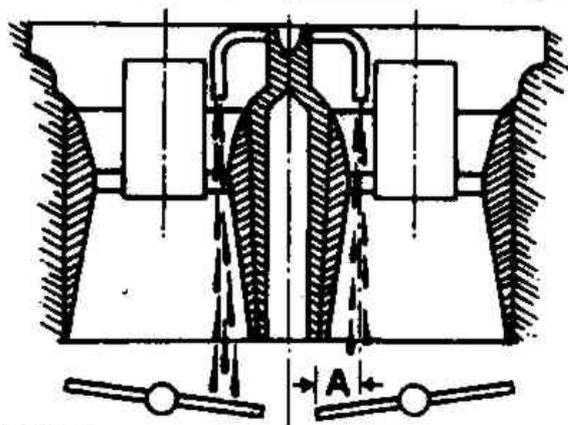

Рис.3.90. Проверка направления струи из ускорительного насоса (Разд.34)
16. Чтобы проверить направление струи из ускорительного насоса, частично наполните поплавковую камеру бензином. Подкачайте ускорительный насос и проверьте направление течения топлива к дроссельным заслонкам (см.Рис.3.90). Отрегулируйте положение выпускных трубок насоса так, чтобы расстояние А соответствовало спецификации.